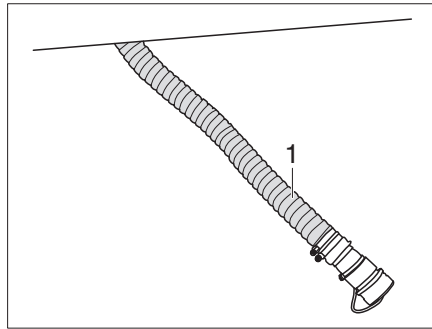

Fig. 357 Vider la cassette des toilettes avec broyeur
- Décrocher le tuyau de vidange (Fig. 357,1) sous le véhicule et l'amener jusqu'à la station de vidange.
- Laisser le tuyau de vidange (Fig. 357,1) dans la station de vidange.
- Ranger le tuyau de vidange (Fig. 357,1) sous le véhicule.